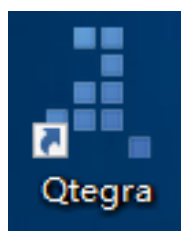

图6-2
如图6-2所示为ICP-OES常用软件——Qtegra。该软件可进行仪器控制、调谐和状态查看软件方法编辑、数据采集和数据处理。
- c) 循环冷却水: 仪器至少吹扫两小时后方可打开冷却水, 如图6-2(c)打开循环水冷却器开关, 冷却水温度为24 °C;